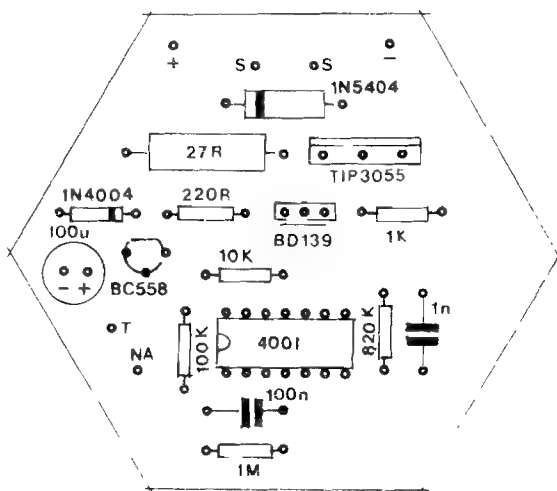

Fig.3
- FIG. 3 - "CHAPEADO" DA MONTAGEM - Na figura anterior, o padrão de ilhas e pistas cobreadas, em tamanho natural, era visto nas áreas negras do diagrama... Agora, vemos o "outro" lado da placa, não cobreado (a "sombra" das áreas cobreadas aparece, nitidamente, para facilitar e referenciar uma conferência das ligações...), com **todos** os componentes do circuito (menos o transdutor, **tweeter** do projetor...) devidamente posicionados... Os maiores cuidados - como sempre - devem ser dedicados à correta colocação das peças **polarizadas**, com o Integrado tendo sua extre-